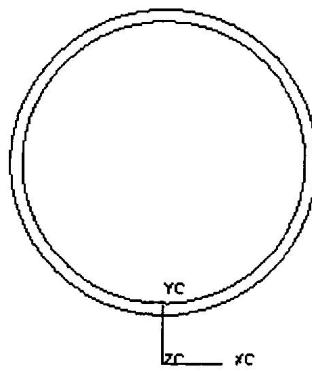

图 1.10
1.9 所示, 将工作坐标移至新位置(如图 1.10 所示)。最后选择 **Cancel** 按钮, 退出对话框。